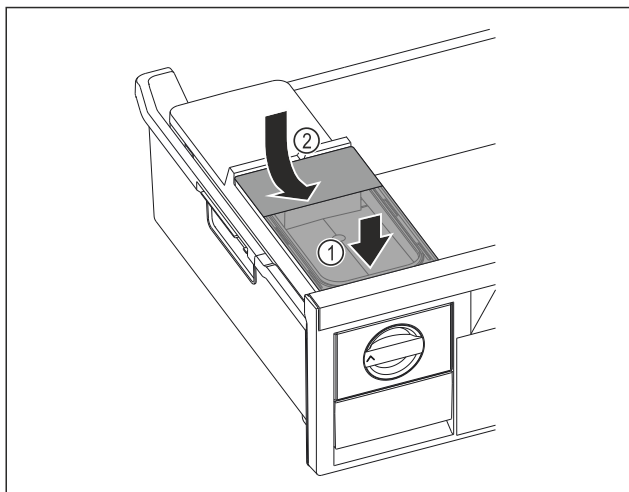

Fig. 153
- 放置水箱前部。 Fig. 153 (1)
- 放下水箱后部。 Fig. 153 (2)